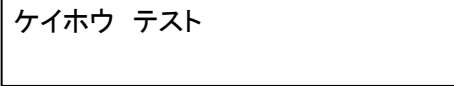

図 9-35 警報出力解除メニュー
- ・任意の警報出力先につき、手動で警報を出力することができます。(図 9-35)
- ・警報テスト出力が実行/中止後、図 9-35 の状態に戻ります。他の警報出力先についても警報出力したい場合は、上記の手順を繰り返してください。